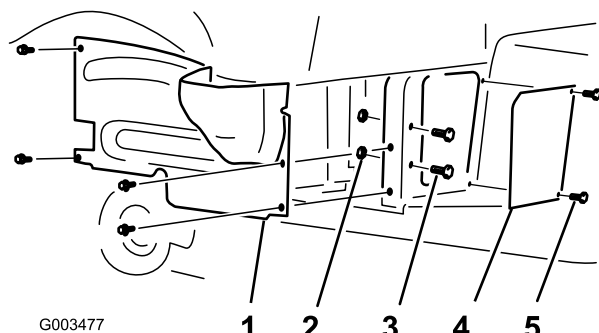

Figura 1
2. Remova os 4 parafusos de cabeça flangeada que prendem o resguardo da roda do lado esquerdo à estrutura (Figura 1).
4. Retire os 2 parafusos, as 2 cavilhas, as 2 anilhas e as 2 porcas que prendem o painel do filtro à estrutura (Figura 1).